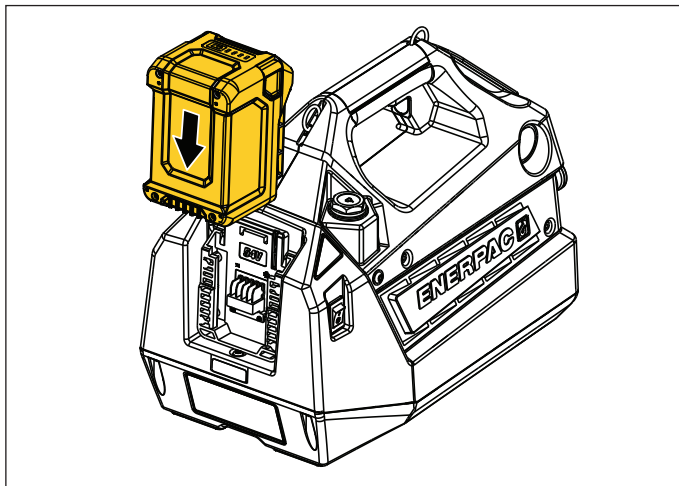

Figura 7: Batteria - Installazione
- **Per installare la batteria sulla pompa:** fare scorrere la batteria verso il basso per agganciarla agli elementi di collegamento presenti sul retro della pompa. Assicurarsi che si incastrino correttamente nella sede. Vedere la Figura 7.